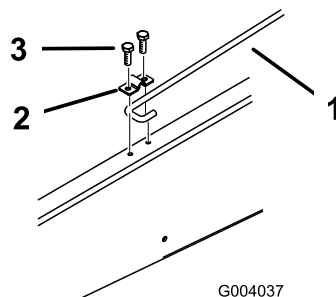

Figura 13
6. Allentate il bullone che fissa la graffa dell'asta di supporto al telaio, finché non riuscite a inserire sotto il fermaglio l'estremità a gancio dell'asta di supporto (Figura 13).
7. Serrate il bullone e fissate l'altra estremità della graffa con un altro bullone (5/16 x 3/4 pollice) (Figura 13).